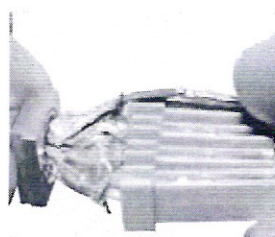

Рисунок 21 – Установка контактов во вставку 1
6.10 Установить обжатые контакты горизонтально во вставку 1 до щелчка. Контактные камеры 1, 3, 5 и 7 находятся на одной стороне, 2, 4, 6 и 8 – на другой (рис. 21).